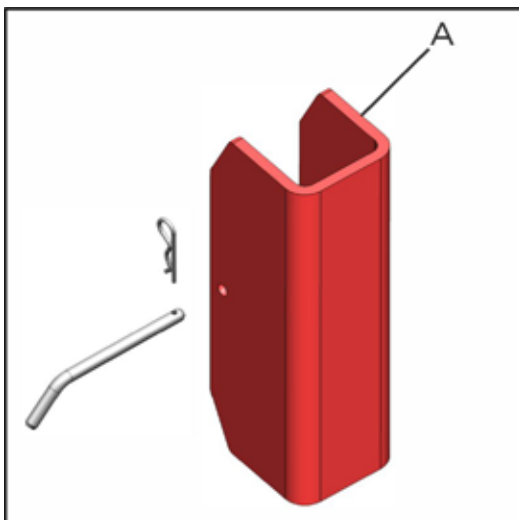

fig. 19
Ao transportar a semeadora, coloque os dispositivos de segurança (A) (fig. 19) para evitar a sobrecarga nos cilindros hidráulicos.
Não acione os cilindros com os dispositivos de segurança (A) (fig. 19) travados.